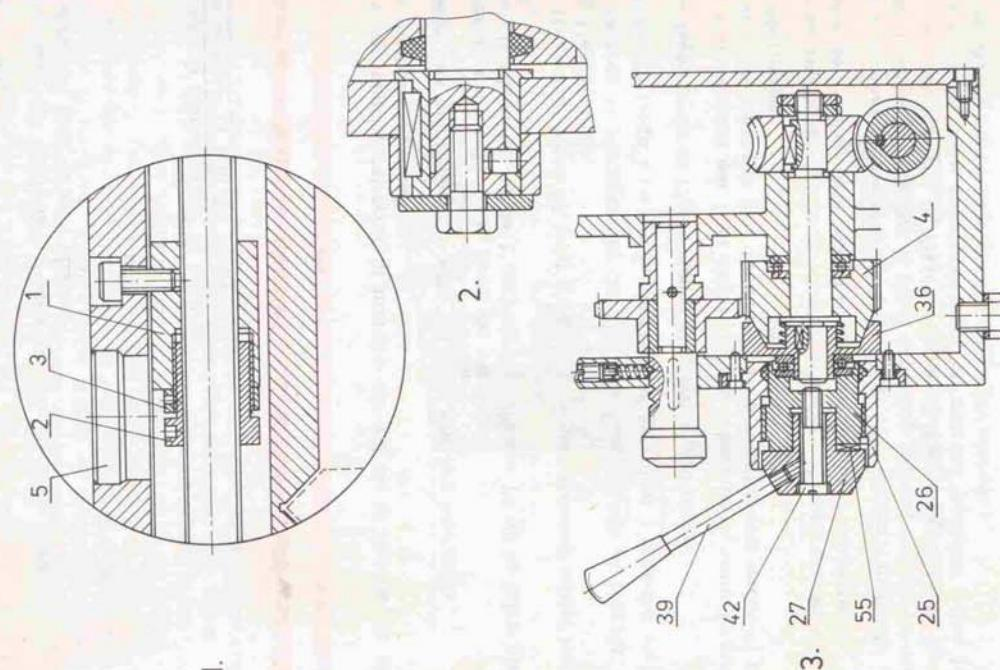

Fig. 8.
Courrois (fig.8)
3. Dévisser les vis "fig. 8 pos. 1" au nombre 3 à un tour.
5. Visser les deux vis supérieures (pos. 1)
7. Dévisser le vis (pos. 1)
9. Serrer les vis (pos. 1).